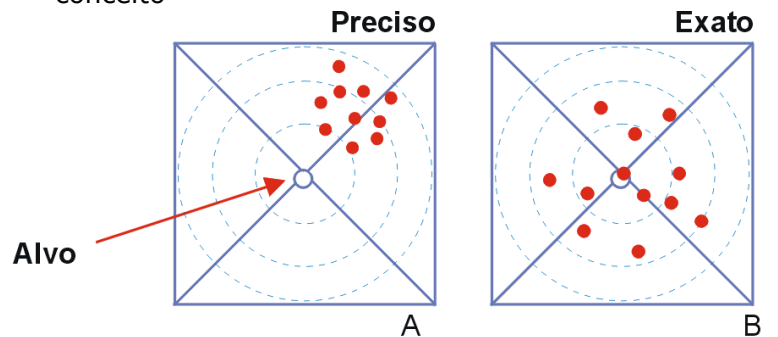

Figura 3
- A figura 3 fornece outra representação gráfica do mesmo conceito